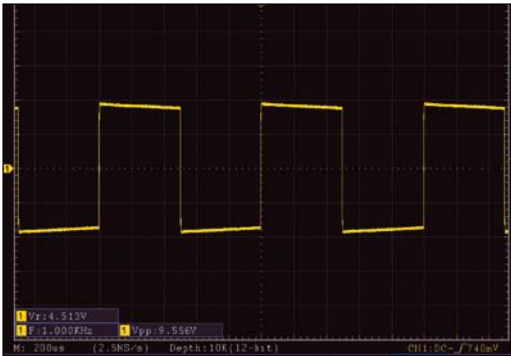

Fig. 3
Risultando l'altro, praticamente uguale, per conoscere la potenza totale assorbita bisogna ovviamente, moltiplicare per 2 il valore P(W). Abbiamo osservato che i dati dichiarati dal costruttore (ST) risultano abbastanza allineati relativamente alle distorsioni e al guadagno e noi, coerenti a quanto ci siamo prefissati circa i livelli massimi di distorsione accettabili, abbiamo riscontrato che per un utilizzo ottimale, non bisogna comunque prelevare in uscita più di 5 – 6 watt per canale, che tutto sommato per una vasta gamma di applicazioni risulta più che sufficiente. La banda passante risulta abbastanza lineare su tutta la gamma che si estende ben oltre i 20 kHz, con una leggera progressiva attenuazione dei bassi sotto i 250 Hz. In (Fig. 3) è rappresentata la forma d'onda quadra tipica a 1000 Hz che rende abbastanza bene l'idea dell'andamento anzi descritto circa l'attenuazione delle frequenze più basse. Il rendimento di questo modulo si posiziona attorno al 50% e comunque nei parametri di funzionamento classico degli amplificatori di classe AB. Questo prodotto, benché relativamente vetusto e